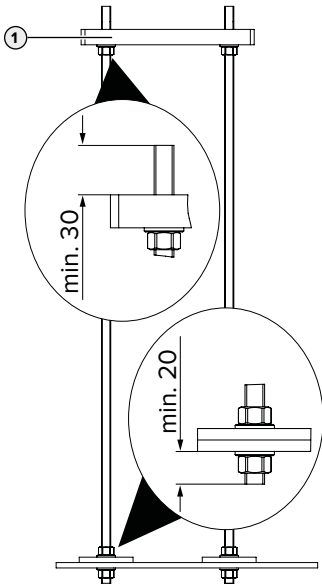

Fig. 3: Plassering av underlagsskivene og mutrene [mm]
- ▶ Fest flattstålene med en mutter og en underlagsskive, samtidig som det tas hensyn til Fig. 3. Forsikre deg om at fundamentfeste-settet er innrettet vannrett.
- ▶ Monter tilhørende fundament- hhv. adapterplate (1) (fås som tilbehør) på fundamentfeste-settet, samtidig som det tas hensyn til Fig. 3.